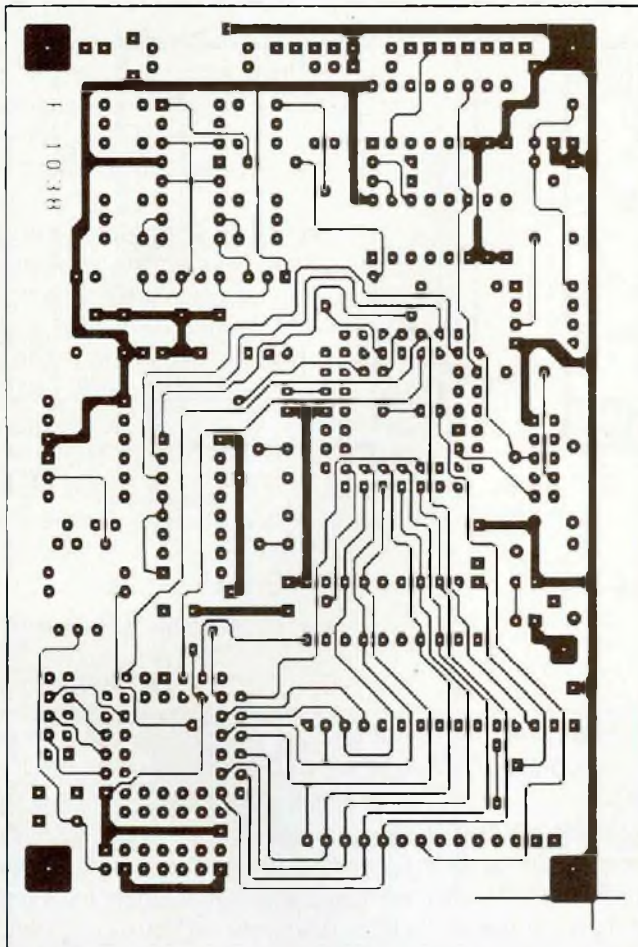

Fig. 14 : C.I. du codeur recto.
- **Le CI du codeur**, dont nous donnons les tracés en figures 14 et 15. Comme on le voit, il s'agit d'un double face bien garni. Il n'est pas impossible de le faire soi-même. C'est d'ailleurs ce que l'auteur a fait pour la réalisation du premier proto. Toutefois, il s'agit d'un exercice de style que nous vous déconseillons très vivement. En effet, si les renvois recto-verso sont faciles à obtenir au niveau des supports DIL ou des com-